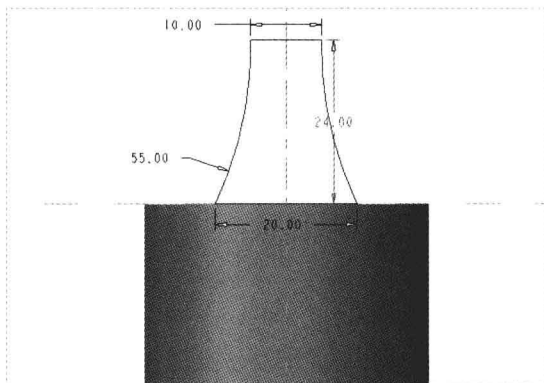

图 15-4 绘制截面 2
Step 03 在“功能区”选项板的“模型”选项卡中，单击“形状”面板中的“拉伸”按钮，弹出“拉伸”选项卡，在绘图区选择 RIGHT 基准平面作为草绘平面，进入草绘环境；单击“草绘”选项卡中的相应按钮，绘制截面，如图 15-4 所示，单击“关闭”面板中的“确定”按钮，完成截面绘制并退出草绘环境。